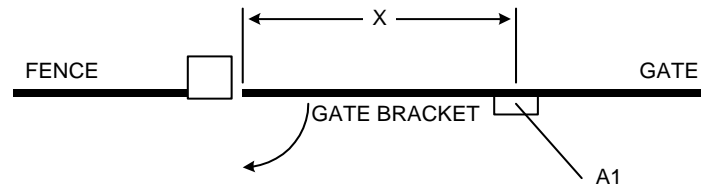

Figura 21
2. Una vez que el soporte del portón se haya unido al portón, cierre el portón completamente y marque un punto en la tierra directamente bajo el centro del soporte del montaje. Etiquete este punto A1 (Figura 21).